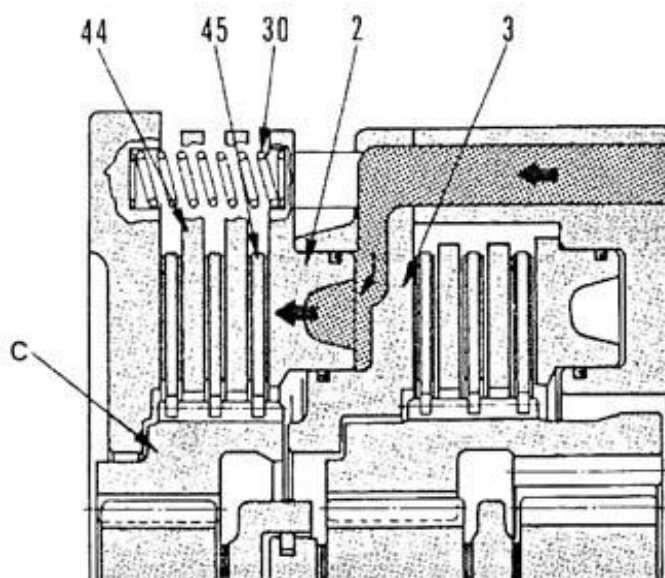

Рис. 5-17
### (1) Включение муфты (действует давление масла) (Рис. 5-17)